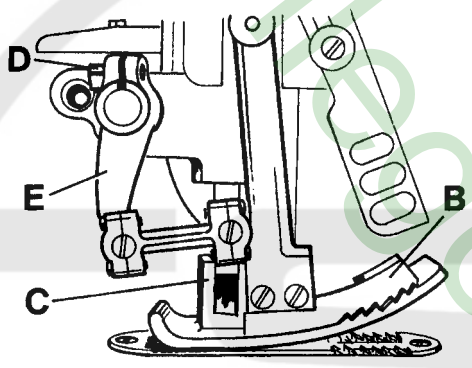
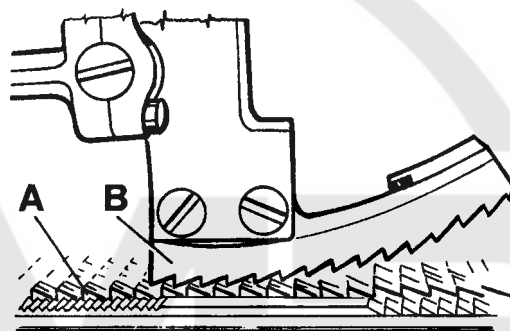

Fig. 17
Fig. 18
Assemble the upper feed dog (B, Fig. 17). The upper feed dog should not push against the front or rear end when moving in the slots of presser foot (C). Simultaneously the upper feed dog (B, Fig. 18) should be positioned so that the tips of its teeth engage with the tooth spaces of the lower feed dog (A), without contacting it. When the lower feed dog (A) is in its highest and the upper feed dog (B) in its lowest point of travel, there must be a small gap between both feed dogs. The feed travel of the upper and the lower feed dog should be synchronous.
For setting the upper feed dog with respect to the slot ends in the presser foot and the tooth spaces of the lower feed dog, loosen screw (D, Fig. 17) and turn drive lever (E) accordingly to the front or rear. Retighten screw (D).
Montieren Sie den Obertransporteur (B, Fig. 17). Der Obertransporteur darf bei seiner Bewegung in den Schlitten im Drückerfuß (C) weder vorne noch hinten anstoßen.
Gleichzeitig muß der Obertransporteur (B, Fig. 18) so positioniert sein, daß die Spitzen seiner Zähne in die Zahn-lücken des unteren Transporteurs (A) eingreifen, ohne diesen zu berühren. Wenn der untere Transporteur (A) in der höchsten und der Obertransporteur (B) in der untersten Stellung seiner Bewegung ist, muß zwischen beiden Transporteuren ein Luftspalt sein. Der Transportweg von oberem und unterem Transporteur soll gleich (synchron) sein.
Zum Einstellen des Obertransporteurs im Bezug zu den Schlitzenden im Drückerfuß und zu den Zahn-lücken des unteren Transporteurs lösen Sie die Schraube (D, Fig. 17) und schwenken den Antriebshebel (E) entsprechend nach vorne oder hinten. Ziehen Sie Schraube (D) wieder an.
The motion should be set so that the rear four teeth of the upper feed dog (B, Fig. 17) remain approx. 1/3 of their height in the presser foot slots when lifting.
Die Bewegung muß so eingestellt sein, daß die hinteren vier Zähne des Obertransporteurs (B, Fig. 17) beim Abheben noch mit etwa 1/3 ihrer Höhe in den Drückerrfußschlitzen sind.